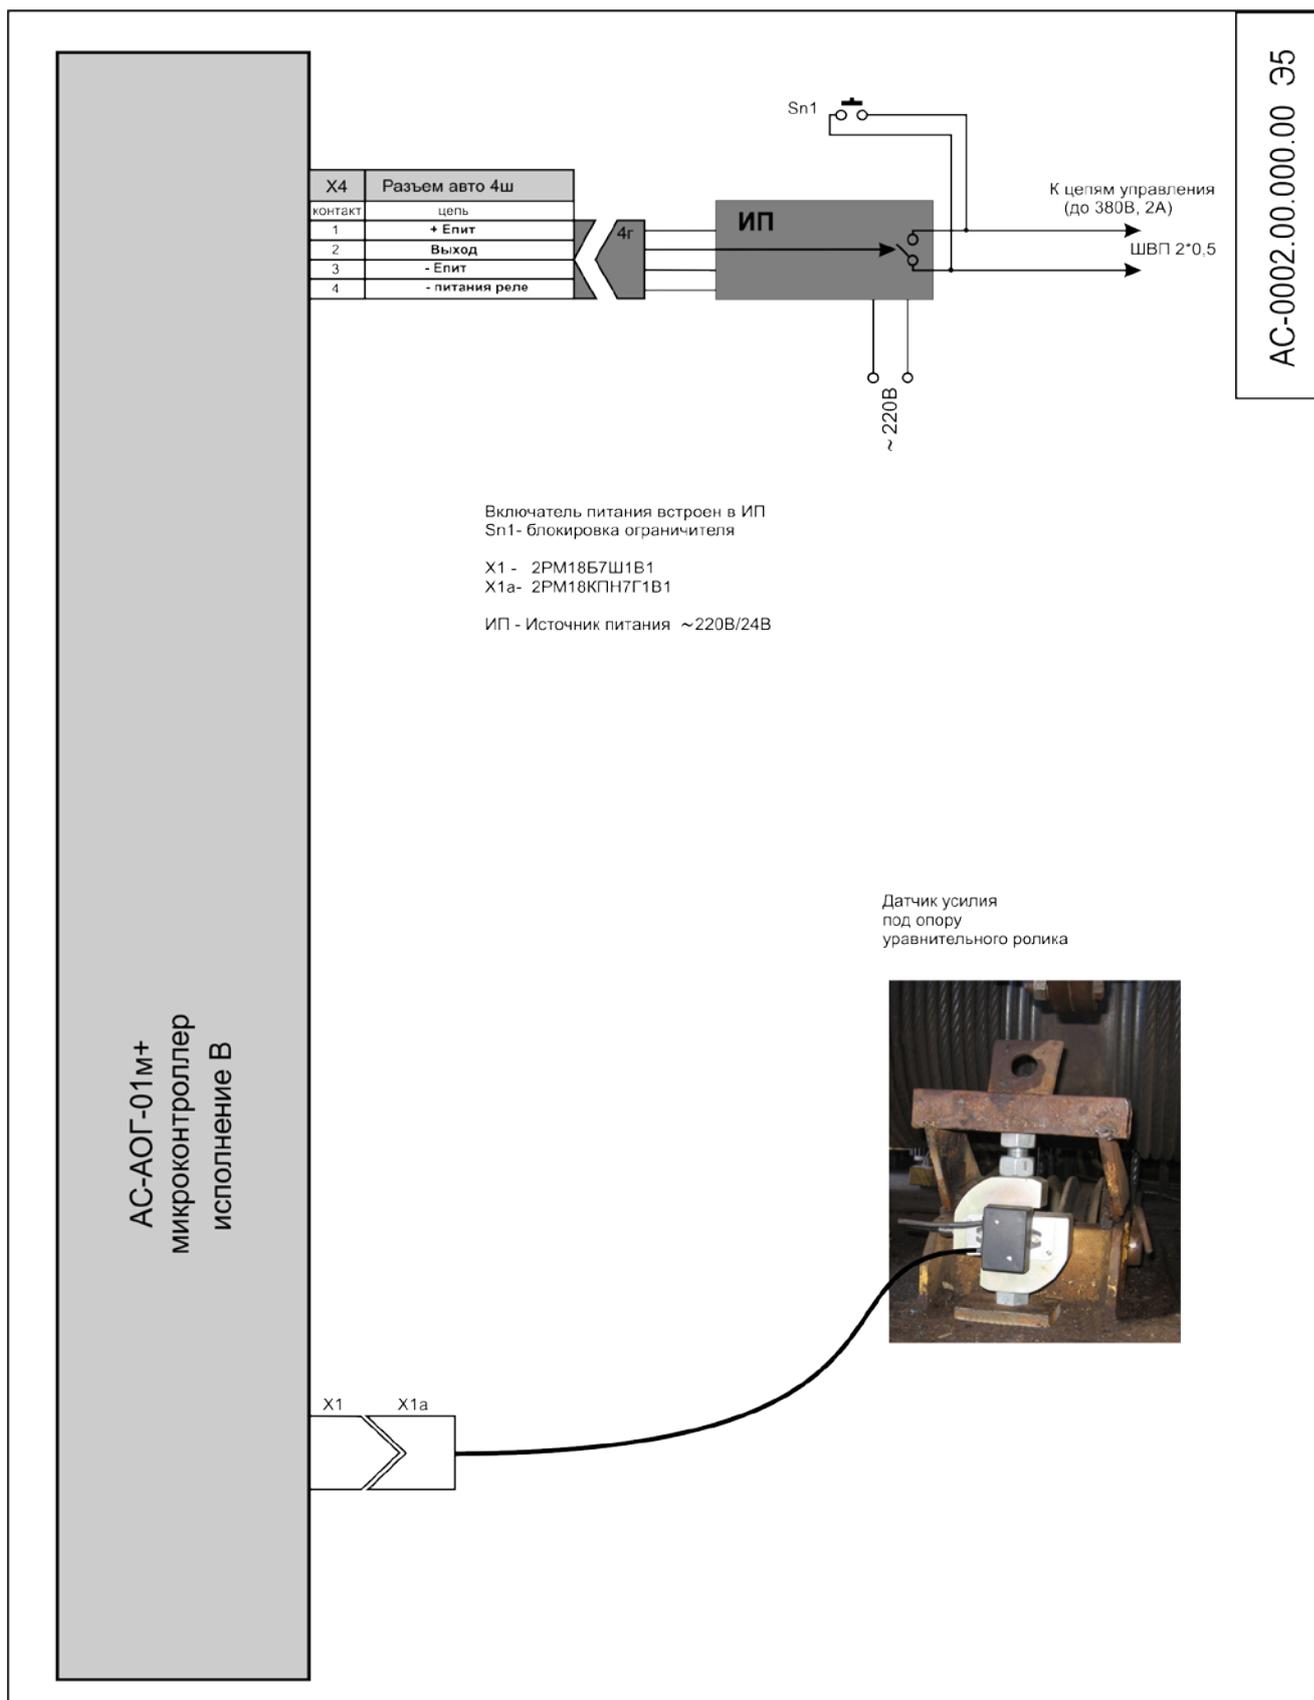

Рис.3
6.3. Напряжение питания 220В при установке тумблера Sn1, встроенного в блок питания, в положение ВКЛ - подается на блок питания АС-БП-01, понижается до уровня 24В и через разъём Х4 поступает на цепи питания контроллера, Рис.3..